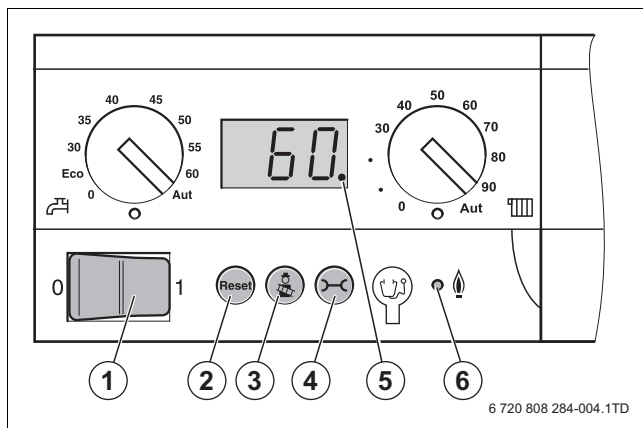

Bild 46 Bedienfeld
- Nach Aufleuchten der LED „Brenner an“ (→ Bild 46, [6]) eine Minute warten, bis das Gas-Brennwertgerät auf Vollast brennt.
- Der Dezimalpunkt rechts unten im Display erlischt (→ Bild 46, [5]).